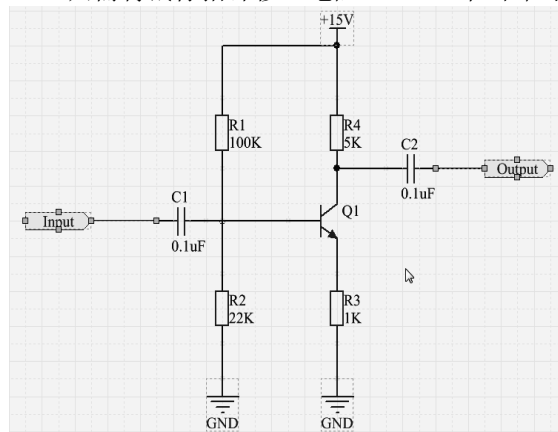

图 4-1-15 利用 Toggle Selection 命令选择多个对象
- ② 鼠标指针变为十字形，将鼠标指针移至端口 Input 上单击，选中该对象。
- ③ 此时鼠标指针仍为十字形，可继续选择其他对象即依次单击其他对象，如图 4-1-15 所示。
- ④ 右击退出选择状态。